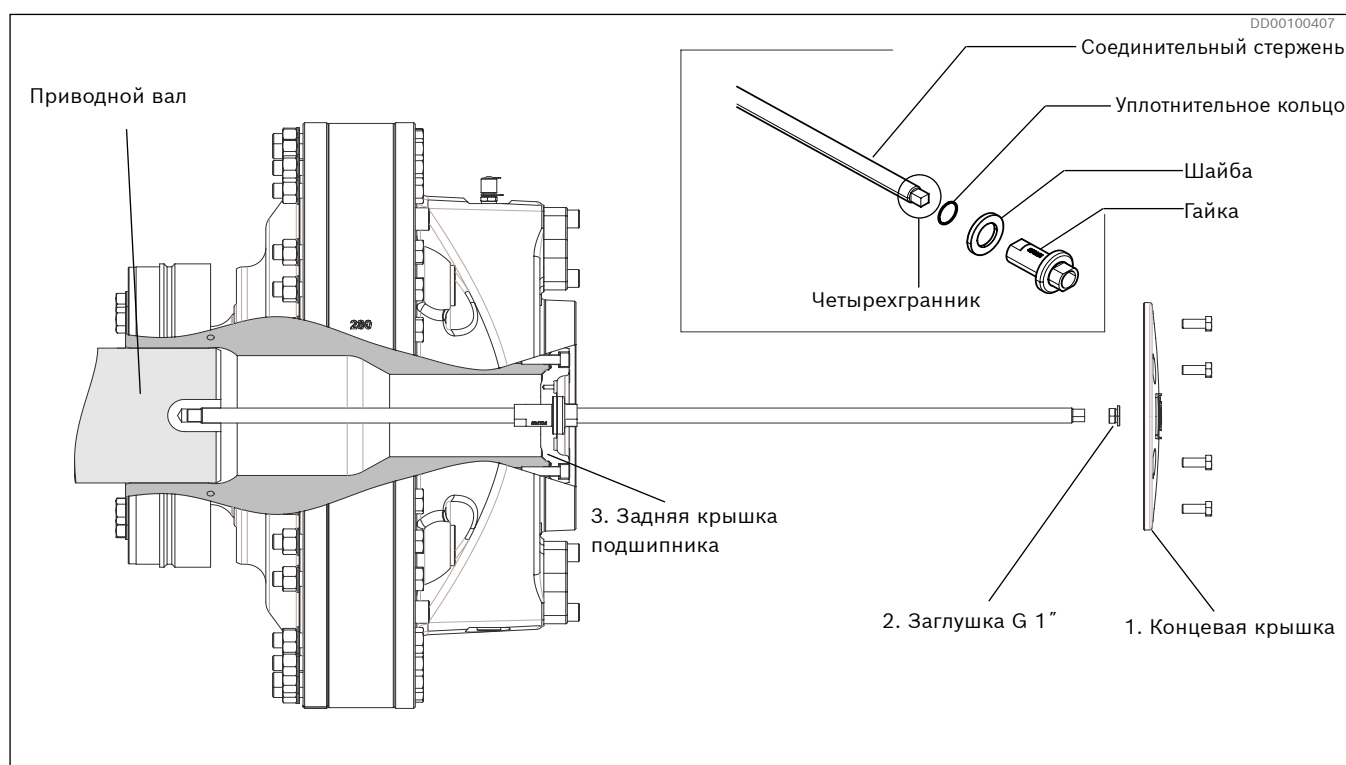

Рис. 40. Монтаж мотора, оснащенного муфтой, с использованием оправки
1. Снимите крышку (1) вместе с винтами и шайбами.
2. Удалите заглушку G1" (2).
4. Установите оправку, пропустив соединительный стержень через центр мотора, и вкрутите его в приводной вал, поворачивая гаечным ключом четырехгранник на конце оправки. Установите шайбу и закрутите гайку до задней крышки подшипника (3). См. Рис. 40.